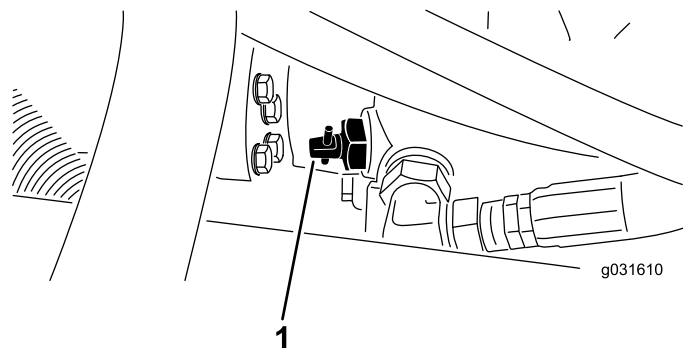

図 29
1. ポンプについているバイパスバルブ 図 29を、90° 1/4 回転だけゆるめる。